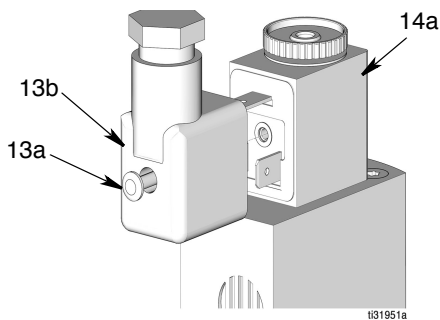

图 40
9. 拧紧微型 DIN 电磁阀接头 (13b) 背面的螺丝 (13a) (图 40)。